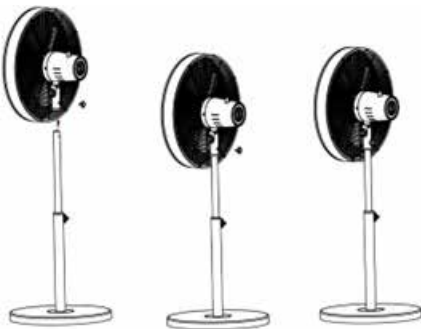

Abb. 3
8. Lösen Sie nun die Feststellschraube Nr. 4. Stecken Sie die obere Seite des Innenrohrs Nr. 5 in das Rohr des Ventilatorkopfes und richten Sie den Ventilatorkopf gerade aus. Die beiden Löcher in den Rohren müssen übereinander passen, damit die Feststellschraube eingedreht werden kann. Die Feststellschraube zudrehen und so den Ventilatorkopf fixieren (Abb. 3).